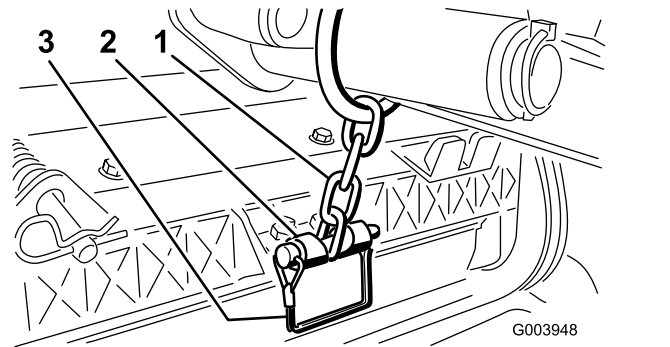

Figura 10
11. Fissate la catena del braccio di sollevamento alla staffa della catena, usando il perno di ritenuta (Figura 10).